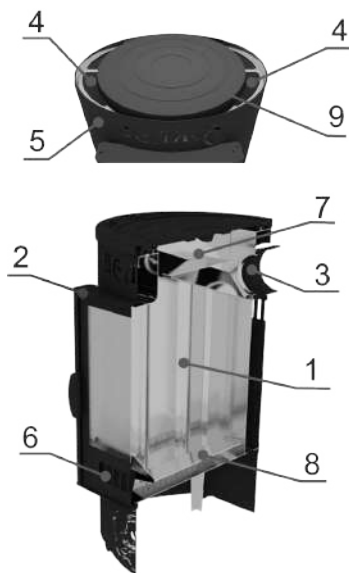

Рисунок 2. Конструкция печи
3.2. Печь состоит (см. рис. 2) из корпуса сварной конструкции и кожуха-конвектора. В свою очередь, корпус состоит из топки и туннеля с дверью. Топка изготовлена из жаростойкой стали. В двери предусмотрено окно из жаропрочного стекла для возможности визуального наблюдения за процессом горения дров.